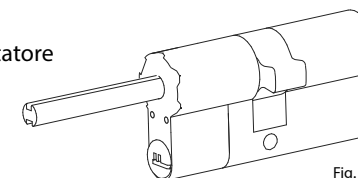

Fig. 5
- < 43 mm = non è necessario alcun adattatore (Fig. 5)